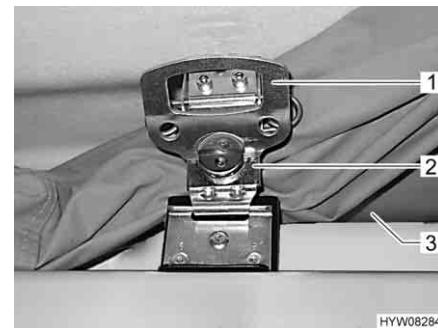

Fig. 74 Serratura rapida, bloccata
- Ruotare la maniglia (Fig. 74,1) sulla serratura rapida (Fig. 74,2) in senso orario di mezzo giro.
- Avvolgere la tenda (Fig. 74,3) e spingerla dietro il bordo.